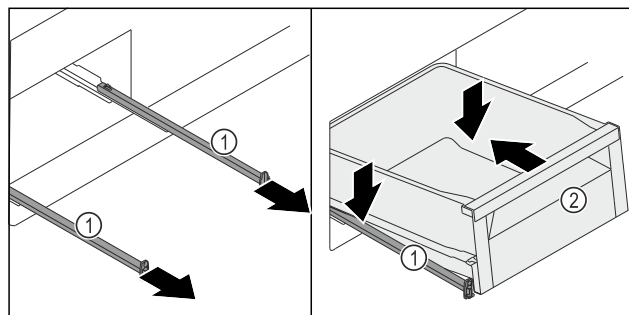

Fig. 128
- Vytiahnite koľajničky Fig. 128 (1).
- Pevne držte koľajničky Fig. 128 (1) a nasadte zásuvku Fig. 128 (2) šikmo zhora na koľajničky Fig. 128 (1).
- Posuňte zásuvku *Fig. 128 (2)* na koľajničkách *Fig. 128 (1)* až na doraz dozadu.